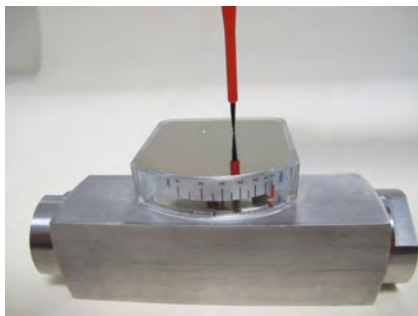

Abb. 67
- 25.** Befestigungsschrauben der Anzeige-Deckelplatte einschrauben und festziehen (Abb. 67), dabei Schrauben-Anziehdrehmoment ( Kapitel 11.1 „Anziehdrehmomente“ auf Seite 85) beachten